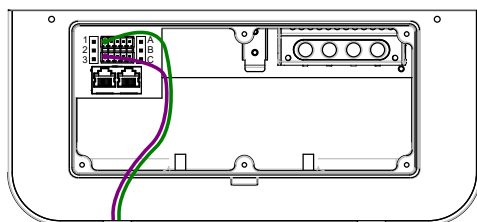

Abb. 6-7 Position Klemmen Potentialfreier Kontakt
4. Lokalisieren Sie die **zwei unbelegten Klemmen** mit der Aufschrift **+** und **-** auf der unteren Platine der EV-Ladestation (siehe Abb.6-7).